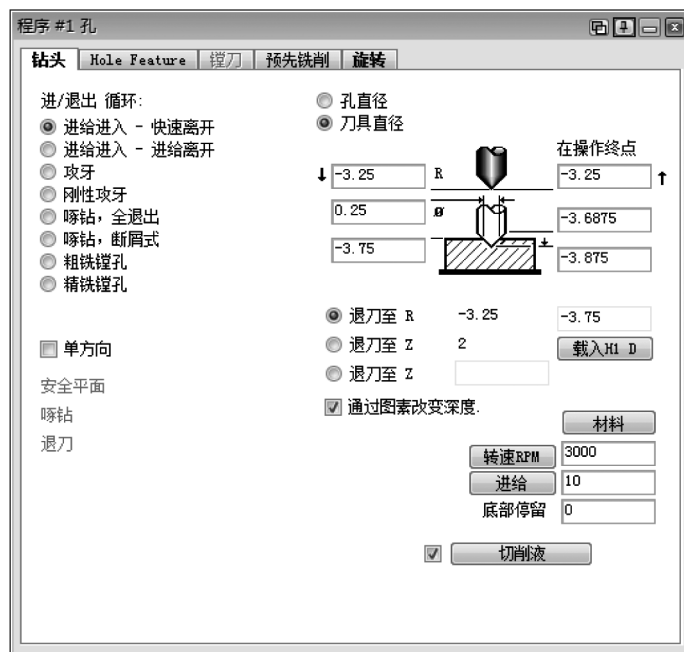

图 2-57 孔工艺参数#1
11) 使用刀具 #1 生成孔工艺参数#1，如图 2-57 所示。